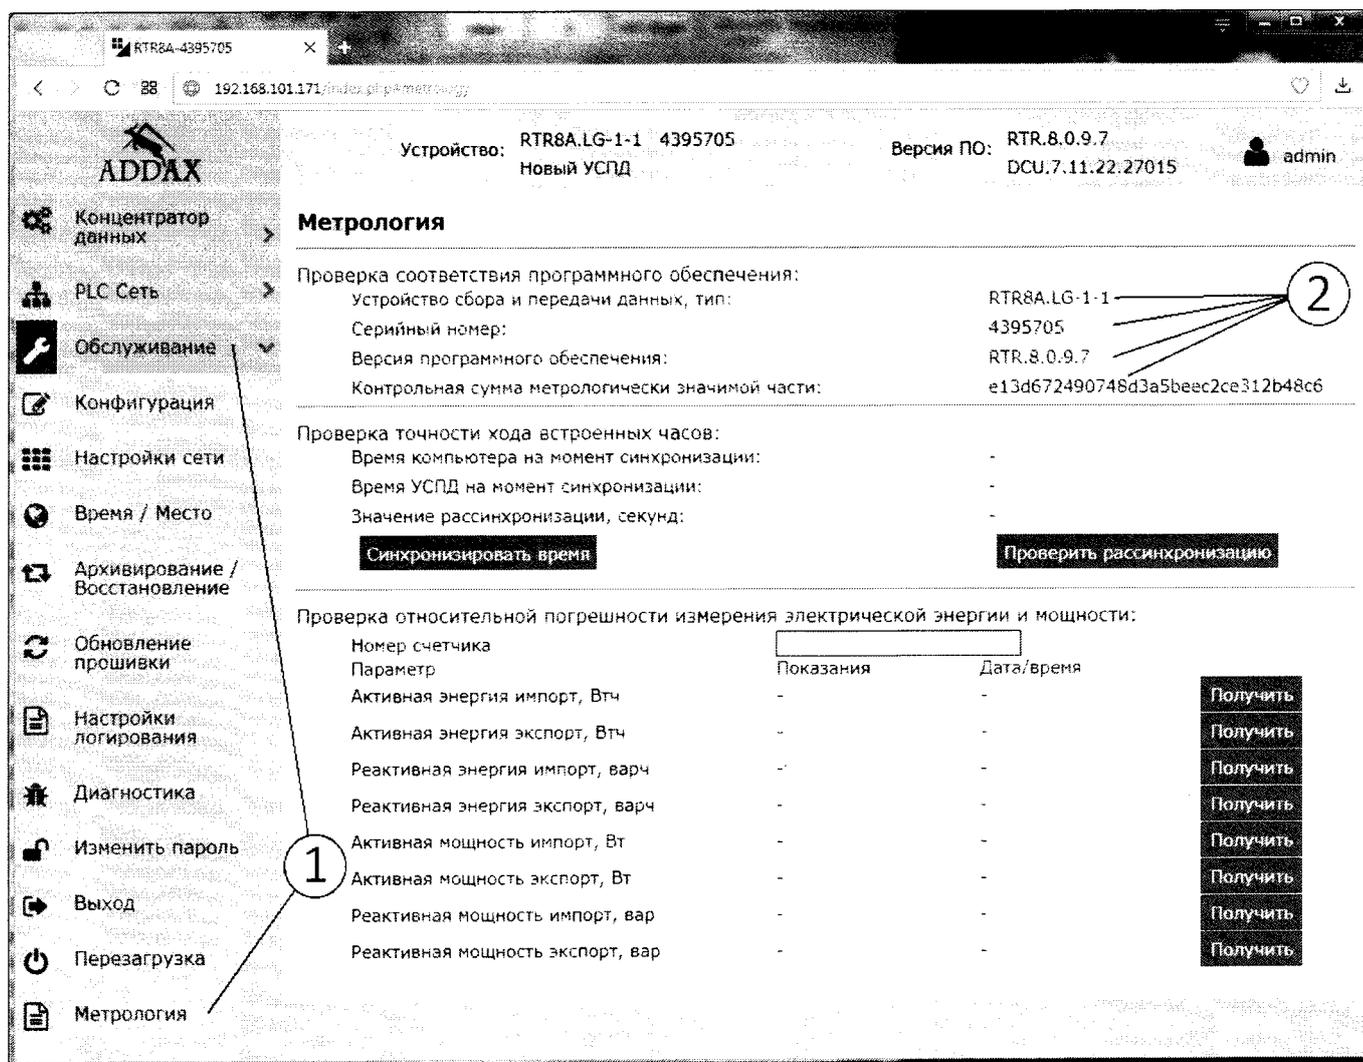

Рисунок 3 - Окно веб-интерфейса УСПД - закладка «Обслуживание» раздел «Метрология»
7.4.2 Открыть закладку «Обслуживание», раздел «Метрология», нажав левой клавишей мыши на соответствующие поля окна программы веб-интерфейса (рис. 3, поз.1).
7.4.3 В части «Проверка соответствия программного обеспечения» окна раздела «Метрология» (рис. 3, поз. 2) считать: тип устройства, версию программного обеспечения.